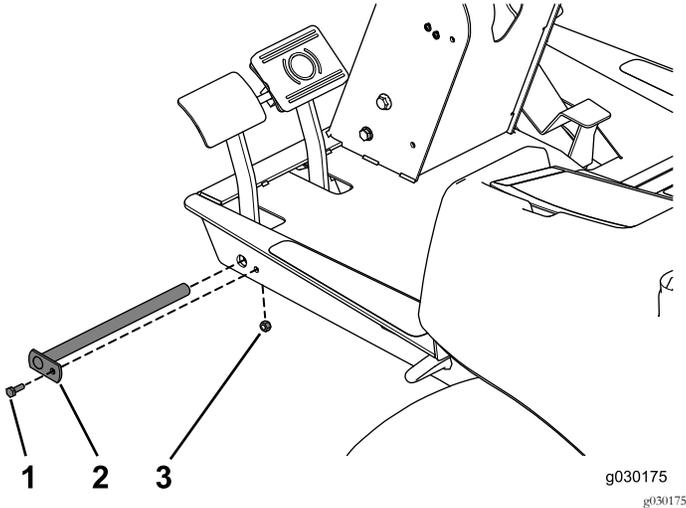

Figura 1
4. Retire el perno que sujeta el pasador de los pedales de freno (Figura 1).